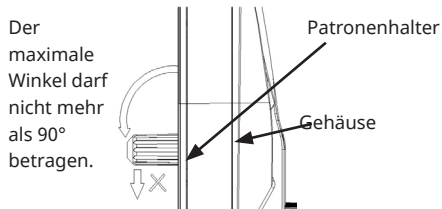
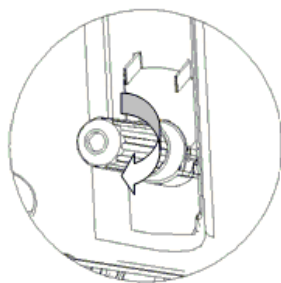

Abbildung 10
Abbildung 12
- Stellen Sie sicher, dass der Druckregler auf der Oberseite des Deckels auf der Position „-“ steht. Drehen Sie den Patronenhalter in einem geeigneten Winkel von der oberen Abdeckung nach außen. Der Winkel sollte maximal 90 Grad betragen. Lösen Sie die CO₂-Patronenhalterung (siehe Abbildung 10). Führen Sie eine CO₂-Patrone in die Halterung ein und drehen Sie die Patrone schnell und vorsichtig fest (im Uhrzeigersinn fest, gegen den Uhrzeigersinn locker), bis Sie ein Klicken hören (Abbildung 12), was ein Zeichen dafür ist, dass der Verschluss durchstoßen wurde und das Kohlendioxid frei in das Fass fließt. Das Gasdruckventil wird dann nach oben gedreht und rastet in der oberen Abdeckung ein. Gehen Sie beim Ersetzen der Gaspatrone in umgekehrter Reihenfolge vor (vergewissern Sie sich, dass die Gaspatrone beim Austausch bereits leer ist).